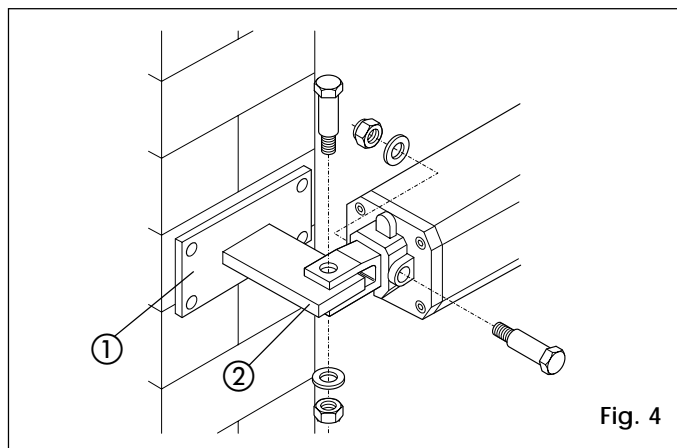

Fig. 4
Dans le cas de pilier en fer, souder directement la patte d'attache (rep. 2, fig. 4) sur le pilier.
Dans le cas de pilier en maçonnerie, prévoir d'abord la pose d'une plaque d'ancrage sur le pilier (rep. 1 Fig. 4), puis souder la patte d'attache sur la plaque comme le montre la fig. 4.
- 2) Fixer l'opérateur à la patte d'attache arrière au moyen des vis fournies (Fig. 4).